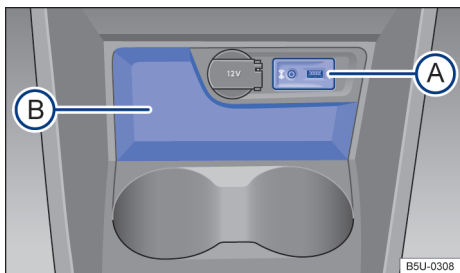

Fig. 95 No console central dianteiro: porta-objetos.
No console central dianteiro, existe um porta-objetos aberto → Fig. 95 (B).